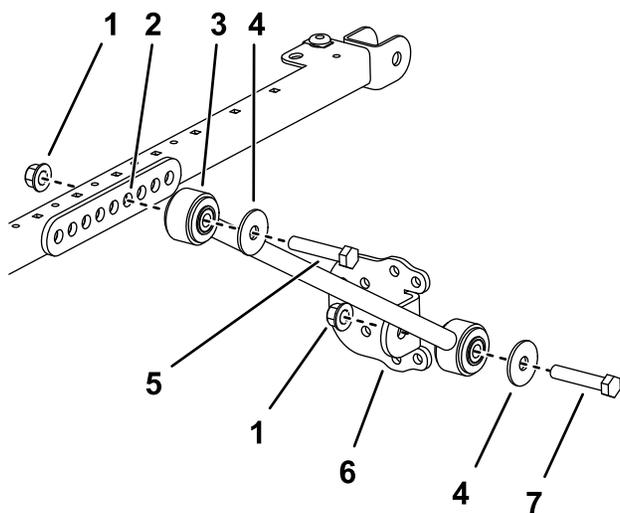

図 45
5. サンシェードのフレームの左右それぞれの側で、ブレース取り付け部の 4 番目の穴に延長リンクを仮止めするボルト 1/2 x 2 3/4" 2 本、フランジナット 1/2" 2 個を使用して 図 45 のように取り付ける。
- 各ブレースに、ブレースブラケットを仮止めするボルト $\frac{1}{2}$  x  $2\frac{1}{2}$ "、ワッシャ $\frac{1}{2}$ "、フランジナット $\frac{1}{2}$ "を使用し、図 45 のように取り付ける。